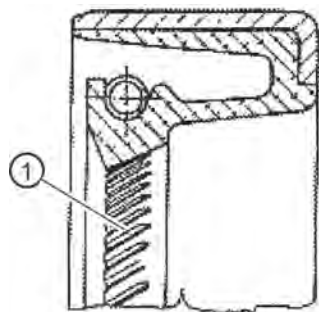
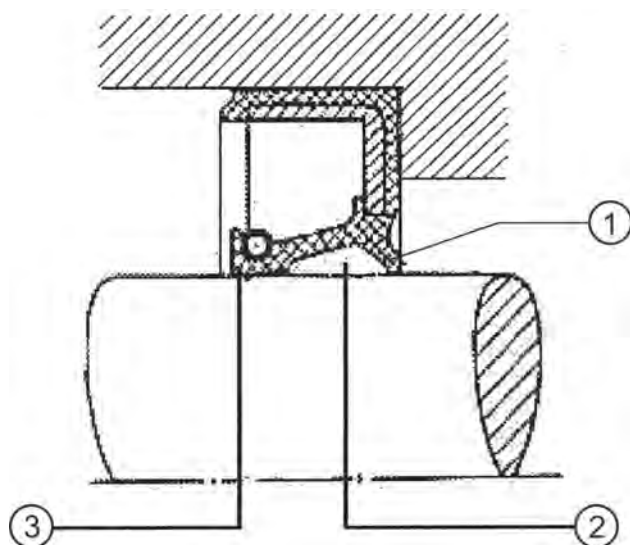

Figura 8: Anello di tenuta albero radiale con aletta di torsione sul labbro di tenuta
Figura 9: Anello di tenuta albero radiale ingrassato
11. Attenzione: Se si utilizza un anello di tenuta albero radiale con labbro protettivo (figura 9) e alette di torsione (figura 8), non applicare grasso nello spazio tra labbro protettivo e labbro di tenuta, altrimenti si causano interferenze con il meccanismo di ritorno idrodinamico.